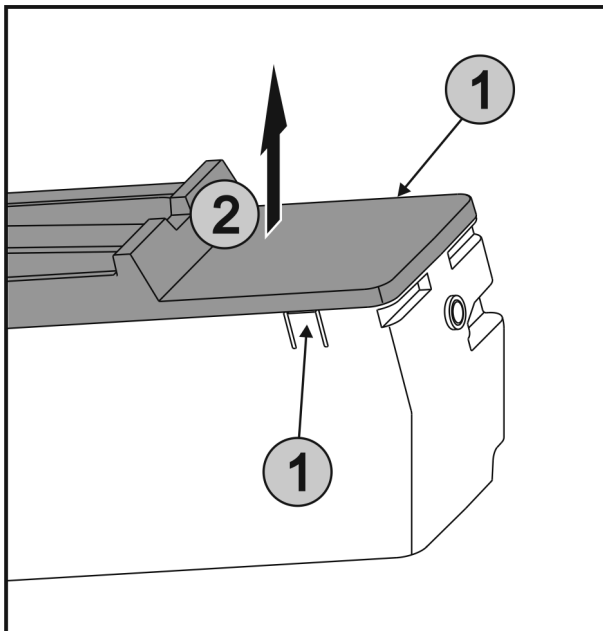

Fig. 52
- ▶ Presionar simultáneamente las lengüetas Fig. 52 (1) a ambos lados del EasyTwist-Ice y extraer la cubierta Fig. 52 (2) hacia arriba.